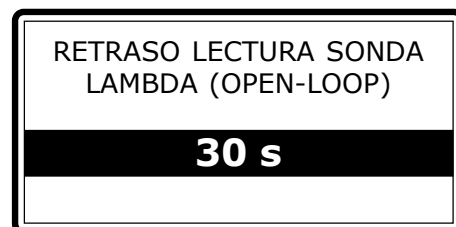

Fig. 29
- desde el arranque del motor, verifiquen cuánto tiempo le ocurre a la tensión para pasar de fija 0,8 V a oscilante entre 0,2 V y 0,8 V. Este será el tiempo que tendrán que introducir en el "**RETRASO LECTURA SONDA LAMBDA**" (Fig. 29) aumentado de unos segundos. De esta manera la caja de los mandos del GALILEO ignora la señal de la Sonda Lambda manteniendo el motor paso-paso parado en el valor de DEFAULT, hasta cuando la caja de inyección desbloquee el funcionamiento de la Sonda Lambda.